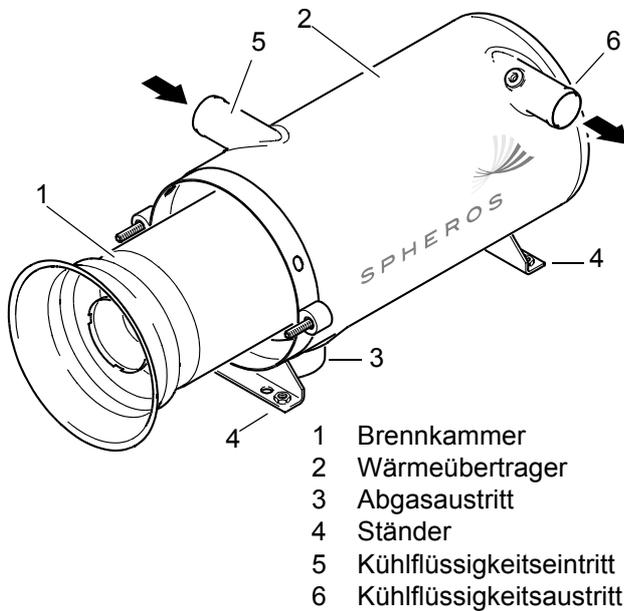

Abb. 807 Aus- und Einbau Brennkammer
2. Brennkammer (1, Abb. 807) aus dem Wärmeübertrager (2) herausziehen.
1. Brennkammer (1, Abb. 807 bis zum Anschlag in den Wärmeübertrager (2) schieben.
3. Brennkammer (1, Abb. 807) aus dem Wärmeübertrager (2) herausziehen (siehe 8.11).
4. Gegebenfalls Spannschelle für die Abgasleitung am Abgasaustritt (3) lösen.
6. Schlauchschellen an den Kühlmittelschläuchen lösen, Kühlmittelschläuche von Kühlmittleintritt (5) und -austritt (6) abziehen und mit Blindstopfen verschließen. Vorsicht bei erhöhter Kühlmitteltemperatur.
7. Schrauben und Unterlegscheiben am Ständer (4) des Wärmeübertragers entfernen.
1. Wärmeübertrager (2, Abb. 807) in Einbaulage bringen und Ständer (4) je nach verwendeten Befestigungspunkten mit Schrauben, Muttern und Unterlegscheiben am Fahrzeug befestigen.
2. Gegebenfalls Abgasleitung am Abgasaustritt (3) mit Spannschelle befestigen.
3. Kühlmittelschläuche auf Kühlmiteleintritt (5) und -austritt (6) aufstecken und mit Schlauchschellen mit  $6 \pm 0,6$  Nm sichern.